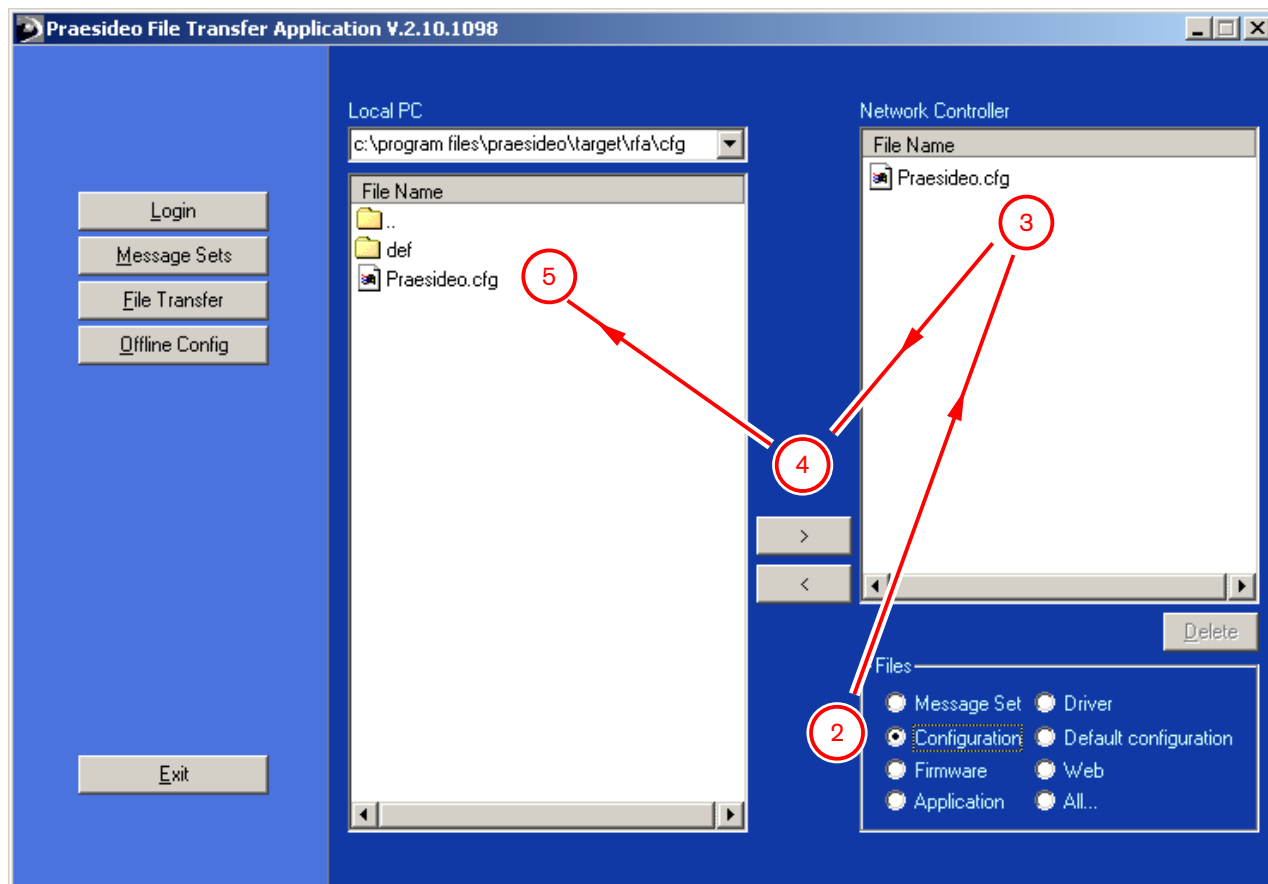

figura 46.1: Schermata del trasferimento di file
- 3 In *File Transfer Application*, fare clic sul pulsante *File Transfer*. Appare una schermata simile a quella in figura 46.1. Quindi selezionare *Configuration*.
- 9 Utilizzare *Windows Explorer* per copiare il file *Praesideo.cfg* dalla cartella *C:\Program Files\Praesideo\target\rf\cfg* alla cartella *C:\Program Files\Praesideo\Programs\Convert Config Application*. Il file di configurazione convertito è pronto per essere trasferito di nuovo al controller di rete utilizzando *File Transfer Application* (vedere figura 46.1).